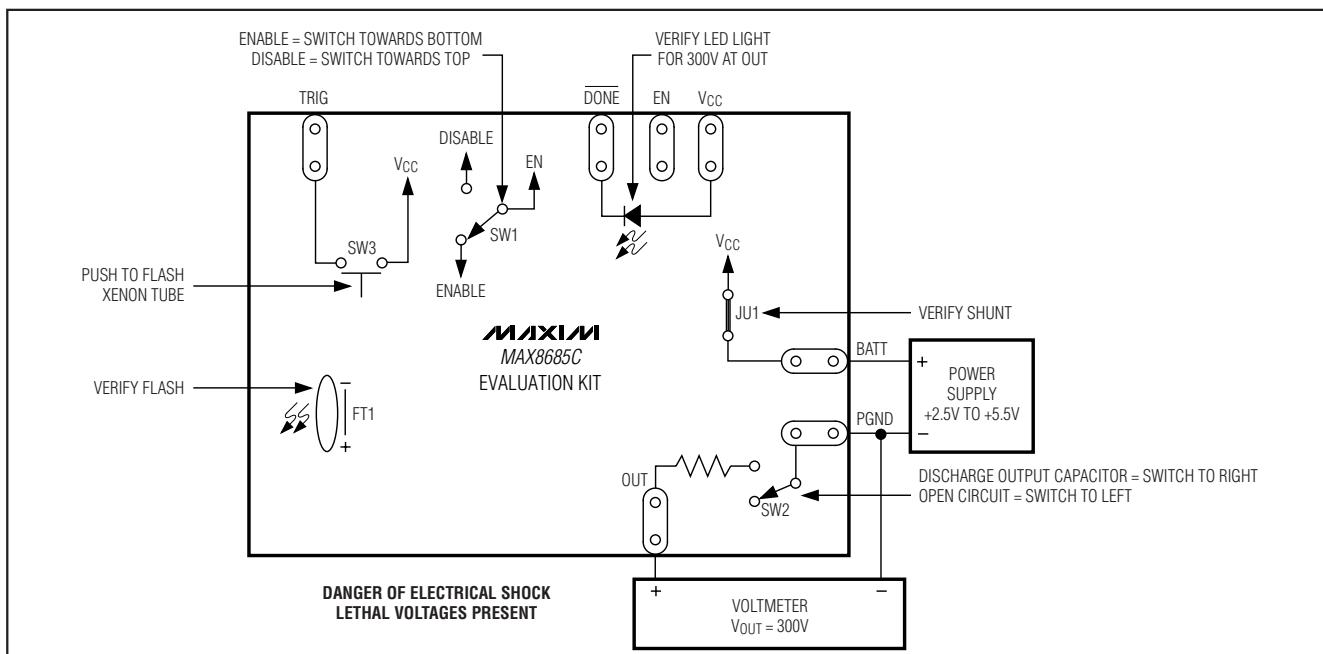

図1. MAX8685CのEVキットの試験手順構成
- EVキットを接続する前に、出力コンデンサが放電していることを確認してください。出力コンデンサを放電するためには、SW2を放電位置に設定します(図1)。次に進む前に最低30秒間待ちます。
- SW2をオープン位置に設定(図1)して放電抵抗を切り離します。
- SW1を上の位置に設定(図1)して、ICをディセーブルにします。
- SW2を放電位置に設定します(図1)。